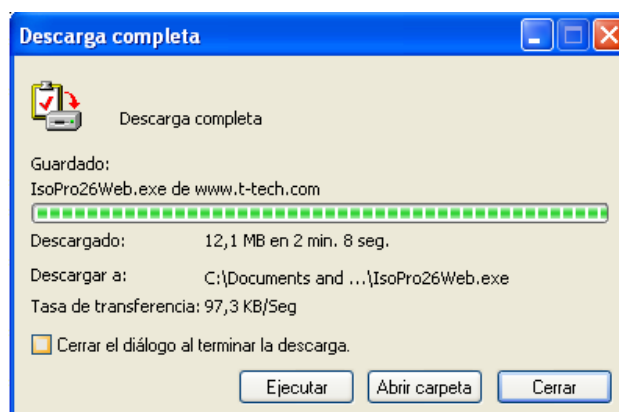

Figura 2.34. Instalación de ISOPRO desde Internet
**Paso 5:** De acuerdo con la configuración del computador, ISOPRO se habrá descargado en cierta dirección que se la podrá identificar en la siguiente ventana mostrada en la figura 2.34. Cuando la descarga haya terminado se Hace clic en **Cerrar** para terminar.